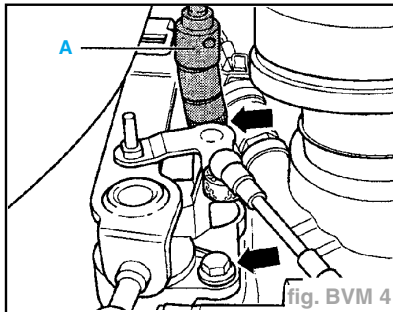

fig. BVM 4
- Dévisser le palier de fixation de la boîte de vitesses (flèches) (fig. BVM 4).
- Visser le palier de fixation sur la boîte de vitesses (flèches) (fig. BVM 4).